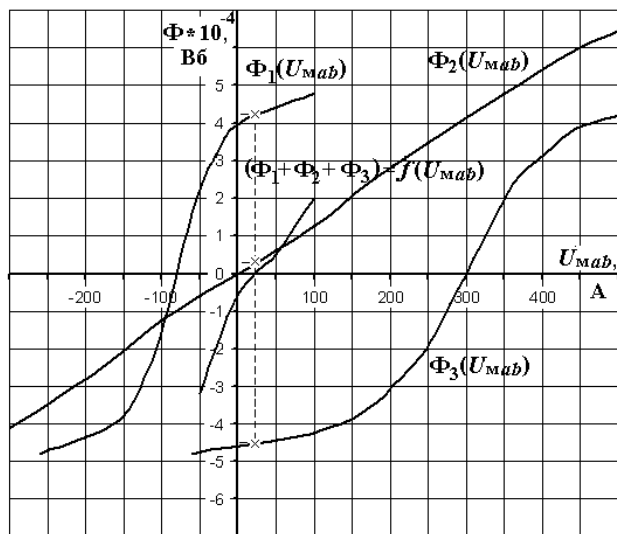

Рис. 4.2
По результатам расчетов строим в одной системе координат характеристики  $\Phi_1(U_{Mab})$ ,  $\Phi_2(U_{Mab})$ ,  $\Phi_3(U_{Mab})$  (рис. 4.2).
5. По первому закону Кирхгофа для нашей цепи  $\Phi_1 + \Phi_2 + \Phi_3 = 0$  строим кривую  $(\Phi_1 + \Phi_2 + \Phi_3) = f(U_{Mab})$ , для чего суммируем ординаты характеристик  $\Phi_1(U_{Mab})$ ,  $\Phi_2(U_{Mab})$ ,  $\Phi_3(U_{Mab})$  (рис. 4.2).